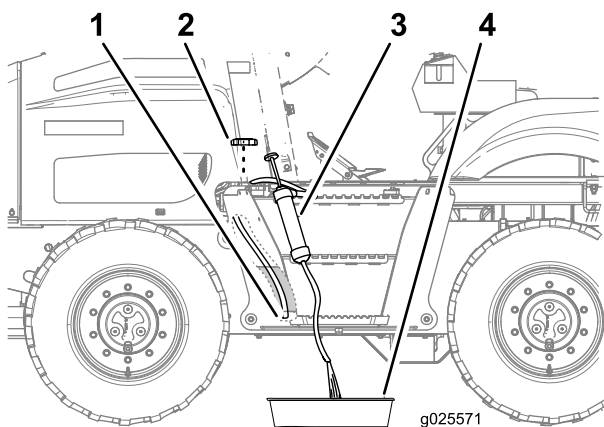

Рисунок 77
1. Снимите крышку топливного бака (Рисунок 77).
2. Проложите входной шланг сифонного оборудования через заливную горловину топливного бака и к его нижней части (Рисунок 77).
3. Направьте выпускной шланг сифонного оборудования в сливной поддон (Рисунок 77).
6. Установите крышку на заливную горловину топливного бака (Рисунок 77).